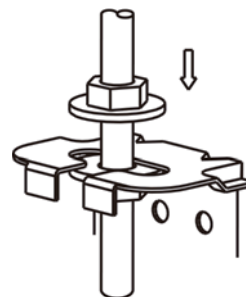

Fig. 12.7
- Cuando haya ajustado correctamente la posición de la unidad de aire acondicionado, apriete las tuercas para que quede firmemente sujeto. (Consulte la Fig. 12.7).